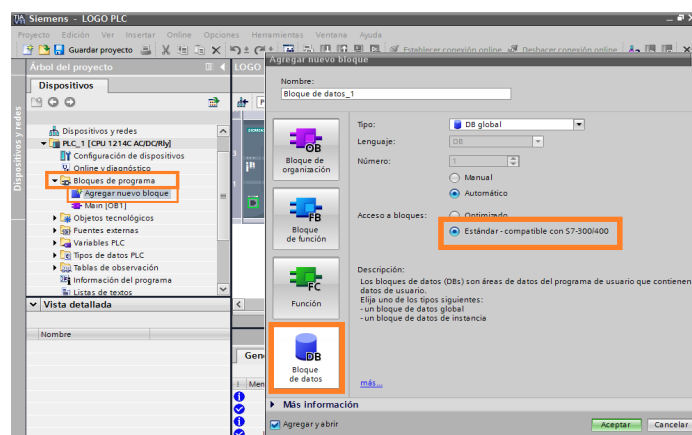

Figura 69: Bloque de datos.
10. En dispositivos dar clic en “Agregar un nuevo bloque” Figura 69, seleccionar “Bloque de datos”, cambiar los parámetros a “DB global”, “Estándar- compatible con S7-300/400” y dar un clic en aceptar.